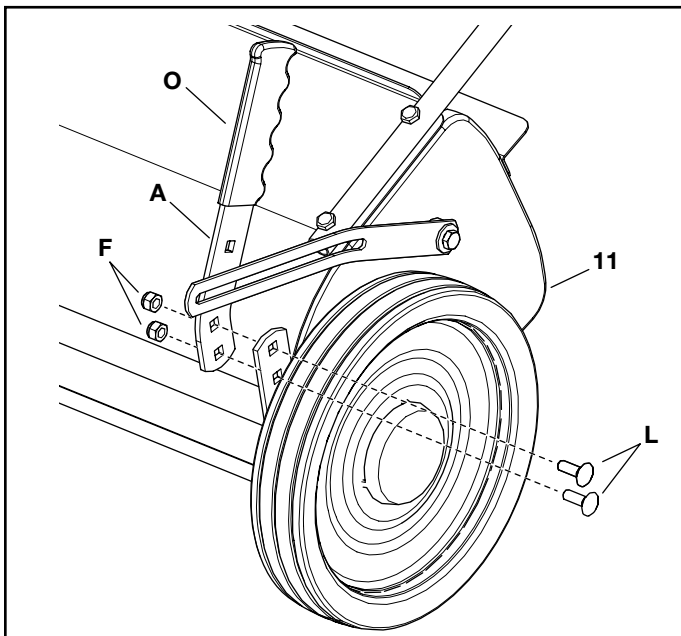

FIGURE 4
STEP 4: (SEE FIGURE 4)
- Attach the height adjustment handle (A and O) to the bracket on the sweeper housing (11) using two 5/16-18 x 3/4 GR5 carriage bolts (L) and two .312-18 Nylock hex nuts (F).
(VOIR LA FIGURE4) Fixez la poignée de réglage de la hauteur (A et O) au support sur le boîtier de la balayeuse (11) à l'aide de deux boulons de chariot 5/16-18 x 3/4 GR5 (L) et de deux écrous hexagonaux Nylock .312-18 (F).